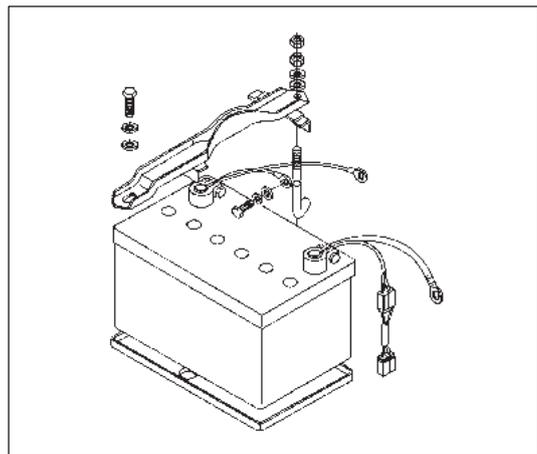

Рис. 1-3-1. Отсоединение провода от отрицательной клеммы АКБ
- (1) Перед техническим обслуживанием электрооборудования отсоедините провод от отрицательной клеммы АКБ, как показано на рис. 1-3-1;
- (2) Если во время проверки или технического обслуживания необходимо отключить АКБ, всегда отсоединяйте провод от отрицательной клеммы АКБ («масса» кузова);
- (3) Чтобы избежать повреждения клеммы АКБ, ослабьте гайку клеммы и поднимите ее. Запрещается поворачивать клемму или отжимать ее с помощью какого-либо приспособления;
- (4) Для очистки клемм и выводов АКБ используйте специальную ветошь. Запрещается использовать напильники и иные твердые инструменты, которые могут поцарапать клеммы и выводы АКБ;
- (5) Для отсоединения клемм ослабьте соответствующую гайку. После установки клемм затяните гайку. Запрещается использовать молоток во время установки клемм на выводы АКБ;
- (6) Установите крышку положительного вывода АКБ.